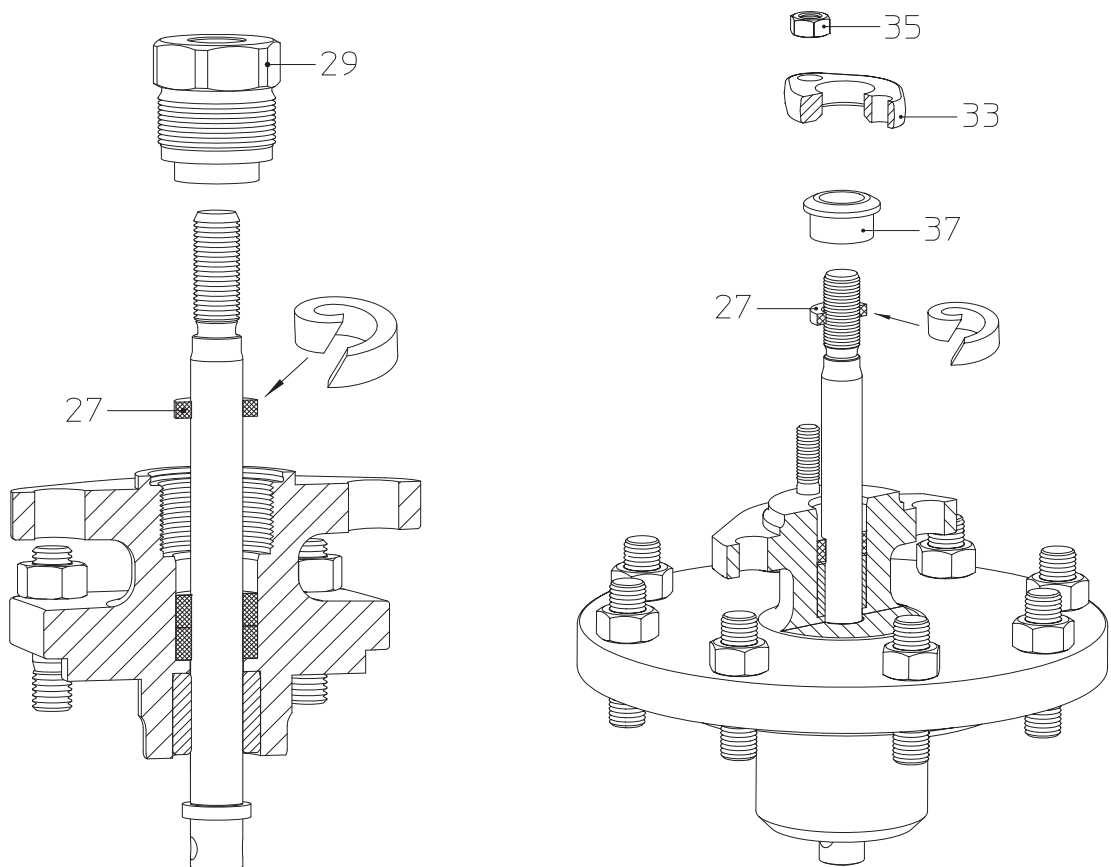
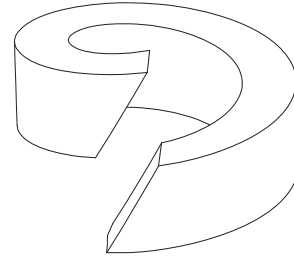

Рис. 10: сальниковая набивка DN15-100 Рис. 11: сальниковая набивка DN125-150
Рис. 13: разделенное уплотнительное кольцо
- Установите новое уплотнительное кольцо (поз. 27), руководствуясь Рис. 10 - Рис. 13.
При использовании разделенных уплотнительных колец, разрез должен производиться с наклоном согласно Рис. 13.